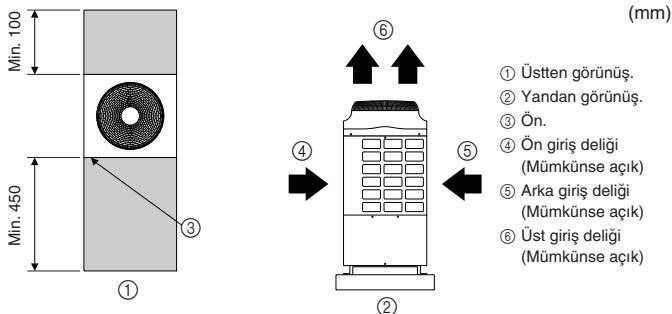

Fig. 2-3
(1) Gerekli mesafenin belirlenmesi hakkında temel bilgiler (Fig. 2-3)